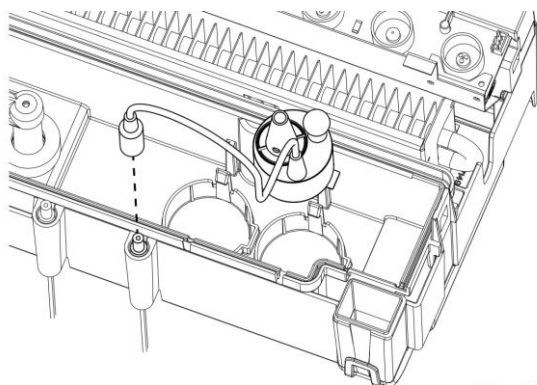

Fig 30
7. Leeg de opvangbak voorzichtig in de gootsteen en let erop dat de omvormer (afb. 30) op zijn plaats wordt gehouden door een borgklem.
De omvormer is een verbruiksartikel en moet mogelijk na verloop van tijd worden vervangen, afhankelijk van het gebruik. Vervangingsomvormers zijn verkrijgbaar bij uw dealer. De omvormer wordt met een plastic klem in de opvangbak vastgezet (afb. 30).